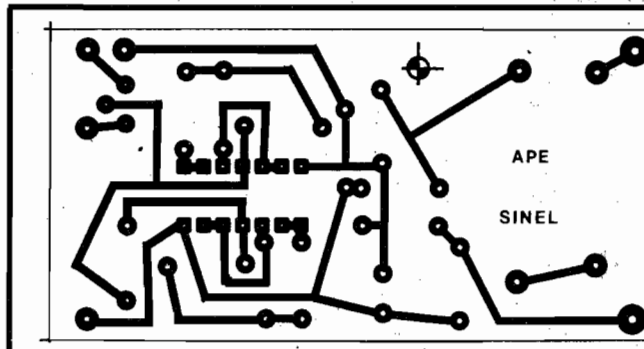

Fig.2
- FIG. 2 - O LAY OUT DO CIRCUITO IMPRESSO - Como sempre fazem os nossos "leiautistas", o padrão cobreado de ilhas e pistas do Impresso específico para a SINEL também foi parametrado para atender à dualidade "compactação sem espremito"... As razões são simples: quanto menor fica uma placa, menor o seu custo final e mais "elegante" o resultado da montagem... Por outro lado, quanto menos "espremito" ficar o lay out das partes cobreadas, menores serão as dificuldades de montagem impostas ao principiante! Para quem acompanha APE assiduamente, não é difícil notar que nossos desenhistas conseguem fazer um tipo "enfilar 8 pessoas num fusquinha sem que ninguém fique ba-